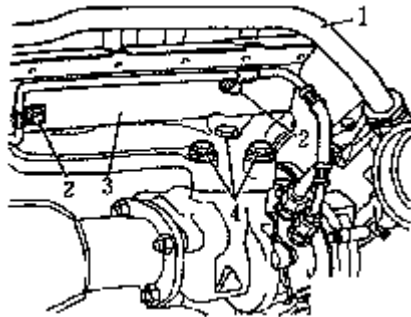

图 4-75 拆卸曲轴箱通风管
(4) 如图 4-75 所示，拆卸曲轴箱通风管 1，拆下缸盖处的机油进油管，拆下隔热罩，从排气歧管处拧下涡轮增压器紧固螺栓。